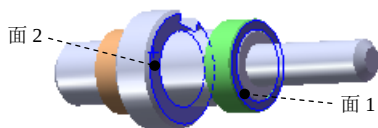
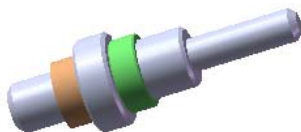

图 4.4.11 选取配合面
图 4.4.12 完成第二个装配配合
Step2. 定义第二个装配配合。在“配合”窗口的“标准配合”区域中单击“重合”按钮；分别选取图 4.4.11 所示的面 1 与面 2 为配合面，系统弹出快捷工具条；在“配合”窗口的标准区域的“配合对齐”后单击“反向对齐”按钮；在快捷工具条中单击按钮，完成图 4.4.12 所示第二个装配配合。